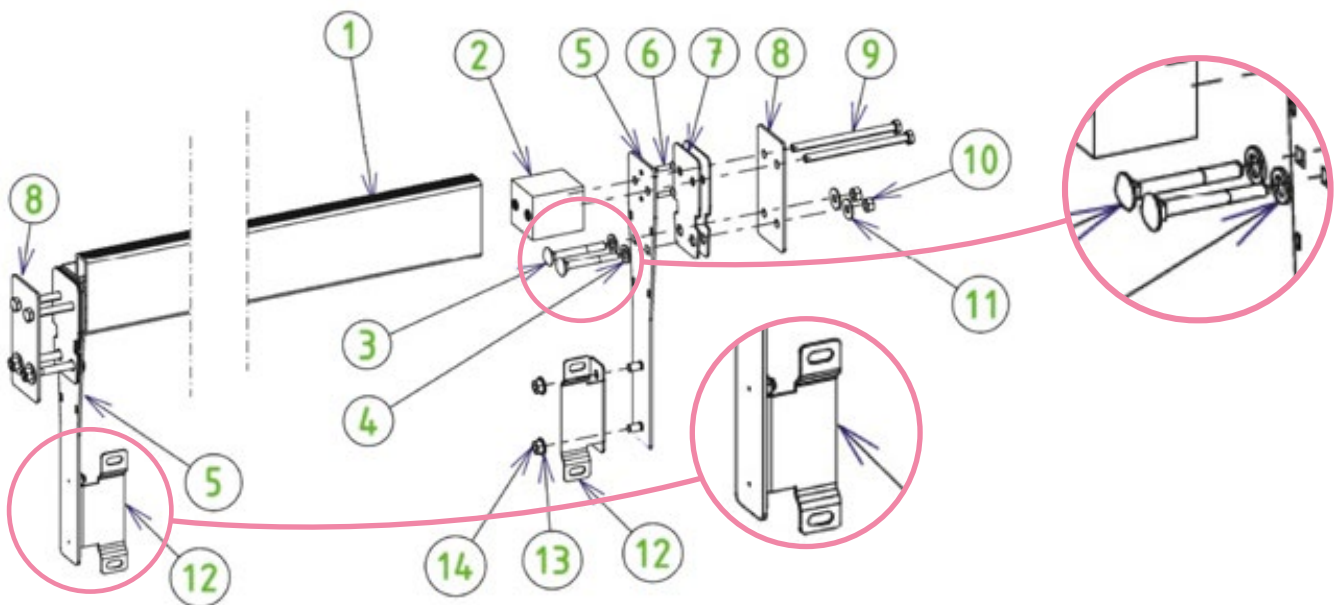

Abbildung 42 – Montage und Installation des Trägers
Die einzelnen Schritte für die Montage des Trägers/ Balkens sind in *Abbildung 42* gezeigt. Die zur Montage erforderlichen Schrauben finden Sie in Beutel Y. In der Abbildung befindet sich die Holzwand zwischen den Teilen 7 und 8, die Folie ist zwischen den beiden Gummi-Dichtungsplatten (7) eingezwängt.
- Kleben Sie die beiden verbleibenden Gummidichtungen an die Trägerplatten (5) und zwar gegenüber der Gewindestangen (die anderen beiden Dichtungen wurden am Holz angebracht, bevor die Folie eingepasst wurde). Achten Sie darauf, dass die Löcher in der Dichtungsscheibe (7) mit den Löchern der Trägerplatten (5) übereinstimmen.
- Von der Innenseite des Pools her führen Sie vier Flachrundschrauben, 8 x 70 aus Edelstahl A4 (3) mit 8 mm Gummidichtungen ein und dann, von der Außenseite des Pools her, montieren Sie Unterlegscheiben (11) und 8 mm Edelstahl-Muttern A4 (10).
- Die Löcher, die gemäß Abschnitt 9.2 oben in die Poolwand gebohrt wurden, müssen den verbleibenden 8-mm-Löchern in der Trägerplatte (5) und den Seitenplatten (8) entsprechen.
**!** ACHTUNG: Die Dichtungsscheiben (4) sind dringend erforderlich, um die Leckdichtheit des Pools zu gewährleisten.
- Befestigen Sie die beiden Winkel (12) mit Hilfe von 4 Muttern (14) und vier 8 mm Edelstahl-Unterlegscheiben A4 (13) an den Trägerplatten (5). Die herausstehenden Teile der Winkel (12), die eine Einkerbung haben, müssen an der dem Skimmer und der Achse gegenüberliegenden Seite sein (siehe vergrößerte Ansicht der Winkel (12) in *Abbildung 42*).
- Schieben Sie die Polyamid-Blöcke (2) mit einem Hammer in beide Seiten des Trägers/ Balkens (1); achten Sie dabei darauf, dass die Messing-Einsätze der Polyamid-Blöcke in Richtung Innenseite des Balkens ausgerichtet sind.
- Montieren Sie den Träger/ Balken auf dem Pool und zwar den Trägerplatten (5) zugewandt ; achten Sie dabei darauf, dass die Löcher in den Platten (5) und Seitenplatten (8) aufeinander abgestimmt sind. Von der Außenseite des Pools her befestigen Sie den Träger mit Hilfe von vier Edelstahl-Schrauben A2, 8 x 120, an der Außenseite des Pools.
Befestigen Sie schließlich die Trennwand auf den Winkeln (Teil 12 in *Abbildung 42*) mit vier Senkkopfschrauben (7) 8 × 16, vier Unterlegscheiben und vier Muttern von 8 mm Durchmesser aus A4 Edelstahl.